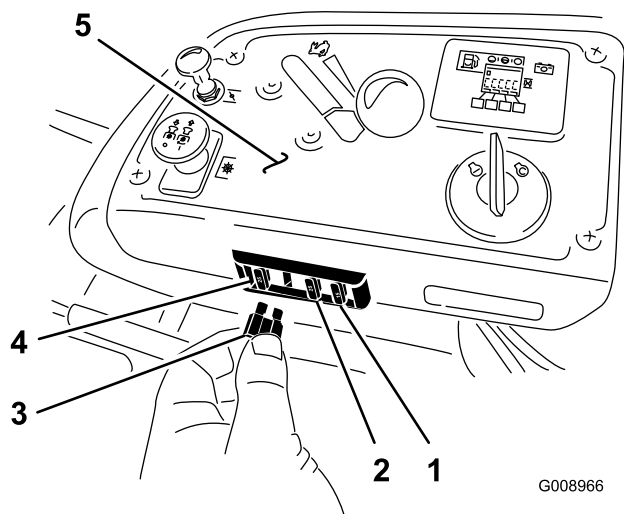

Figure 77
Les fusibles se trouvent sur la console, à droite du siège (Figure 77).
2. Remplacez le fusible (Figure 77).